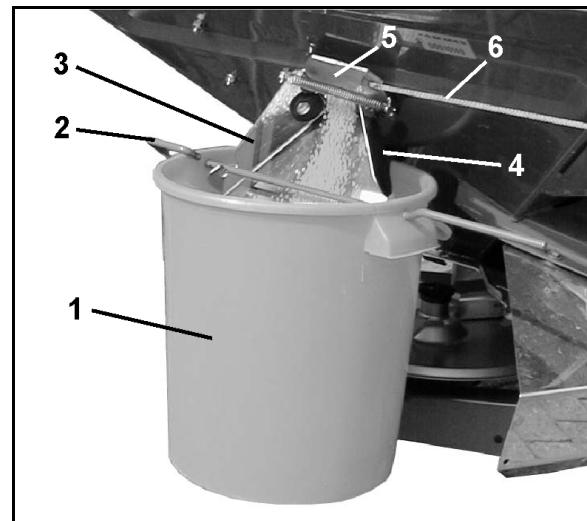

Fig. 60
1. Heng opp samlebeholderen (Fig. 60/1) på utløpsrennen (Fig. 60/3) ved hjelp av bøylen (Fig. 60/2). La samlebeholderen gå i spor i klemanordningen (Fig. 60/4 og Fig. 58/1).
2. Hold sidespjeldet (Fig. 60/5) på utløpsrennen helt åpent i ca. 5 sek ved hjelp av en snor (Fig. 60/6) (for å sikre en jevn gjødselstrøm). Tøm så den oppsamlede gjødselmengden tilbake i sprederen.